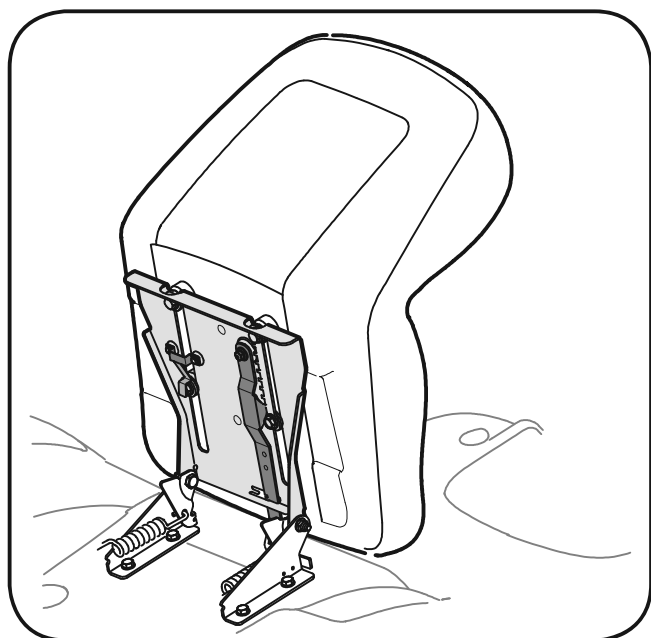

Figura 3-6
2. Deslize o banco no suporte até que o espaçador da frente encaixe e o banco pare. Ver figura 3-6.